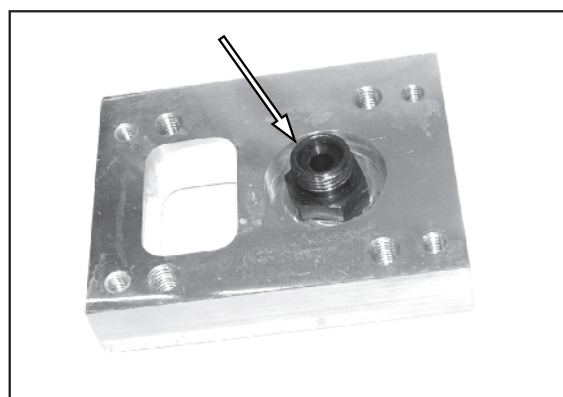

Рис. 66.
2. См. рис. 66. Демонтируйте установочный блок клапана.